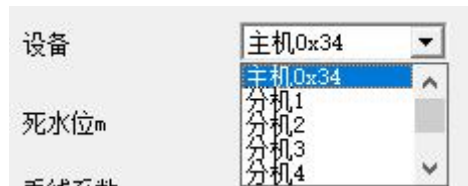

图 4-8 设备下拉框
②、垂线参数：设备下拉框中，显示主机和各个分机，如图 4-8 所示。